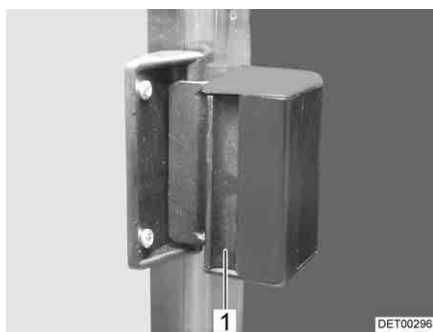

Fig. 13 Finestra scorrevole
- Premere la maniglia (Fig. 13,1) e contemporaneamente spingerla o tirarla avanti o indietro.